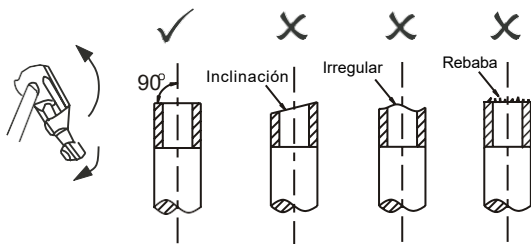

Figura 5.4
1) Corte la tubería con un instrumento apropiado (Ver Figura 5.4).